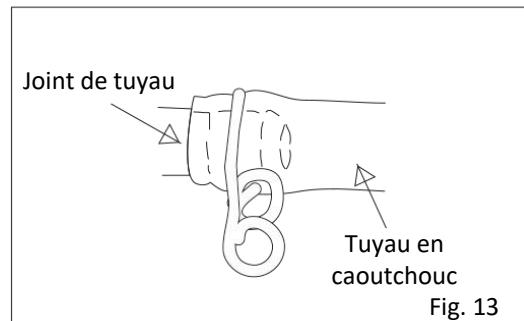

Fig. 13
7. Poussez le tuyau en caoutchouc sur le raccord de tuyau jusqu'à la butée. N'utilisez pas de tuyau en plastique vinylique, car cela peut être dangereux. Fixez le tuyau avec (Fig.13) veillez à ce que le tuyau en caoutchouc ne touche pas une partie de la cuisinière à gaz et ne se trouve pas en dessous.